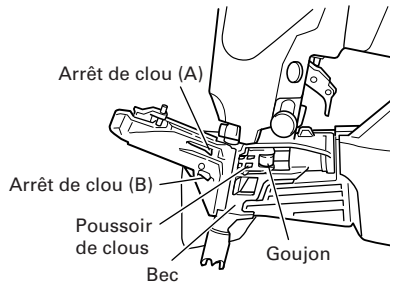

Fig. 18
(2) Ouvrez le guidage de clous et enlevez la poussière, etc. (voir Fig. 18). Appliquez le lubrifiant sur la rainure de glissement de l'alimenteur de clous et du goujon. Contrôlez l'arrêt de clou (A) et (B) en les poussant clou avec le doigt.